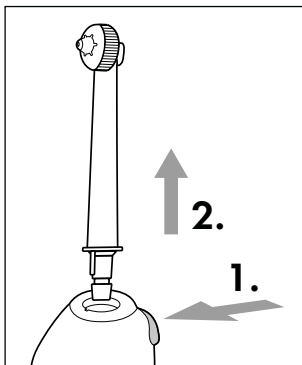

Fig. 3
- ◆ Pour retirer la canule **2** appuyez sur le bouton de déverrouillage **10** sur le manche **4** et retirez ensuite la canule **2** du manche **4** (voir fig. 3).